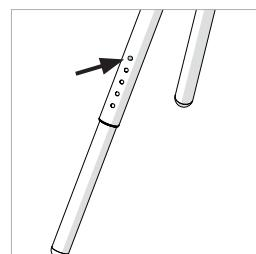

Fig. 3
- Împingeți șiftul de blocare a piciorului interior (**Fig. 3**) și glisați cu grijă piciorul interior până în poziția dorită.
- Reglați toate cele patru (4) picioare, asigurându-vă că toate sunt setate la aceeași lungime.